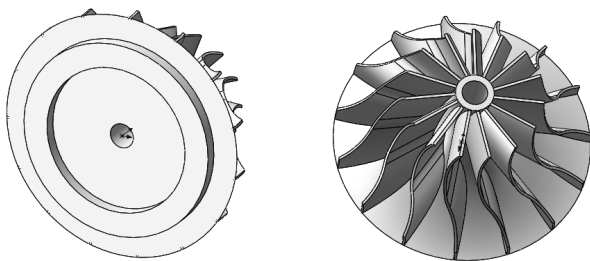

图 4-142 拉伸切除结果
**20** 切除拉伸实体。选择菜单栏中的“插入”→“切除”→“拉伸”命令，或者单击“特征”控制面板中的“切除拉伸”图标, 此时系统弹出“切除-拉伸”属性管理器。设置拉伸终止条件为“完全贯穿”，单击属性管理器中的“确定”图标, 结果如图 4-142 所示。